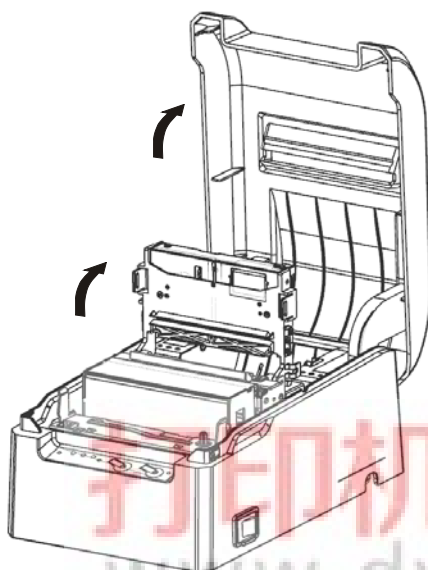

图 2-1 打开上盖组件
1) 关掉打印机电源, 打开翻盖组件, 如图 2-1 所示。